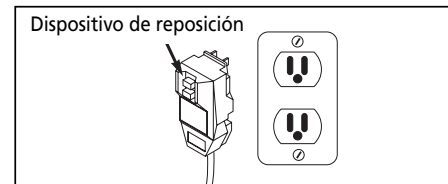

Figura 3 - Enchufe con tierra/botón de reposición
1. Enchufe el cable de corriente eléctrica a un tomacorriente con tierra de 120V y presione el botón de reposición como se muestra en la Figura 3.